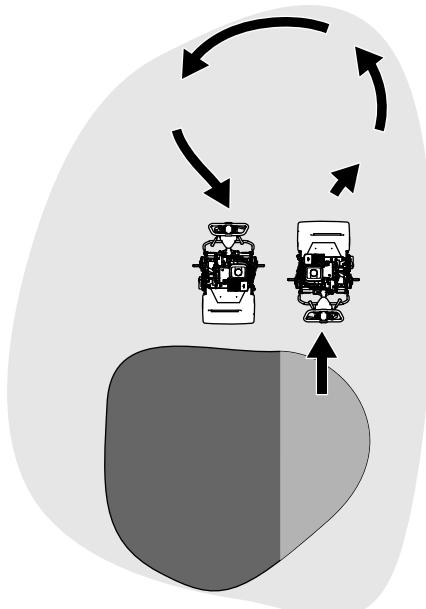

Рисунок 23
- Отведите машину с грина, подняв режущий барабан (сдвинув рукоятку вниз) и произведите грушевидный разворот на тяговом барабане (Рисунок 23).
1. Найдите рычаг включения тяги на коробке передач трансмиссии (Рисунок 23).